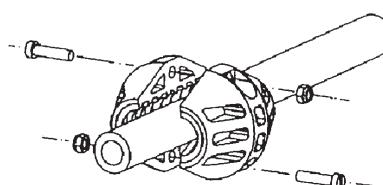

Fig. 7
2. Afrouxar os parafusos da abraçadeira de parada e desmontá-la (fig. 7).